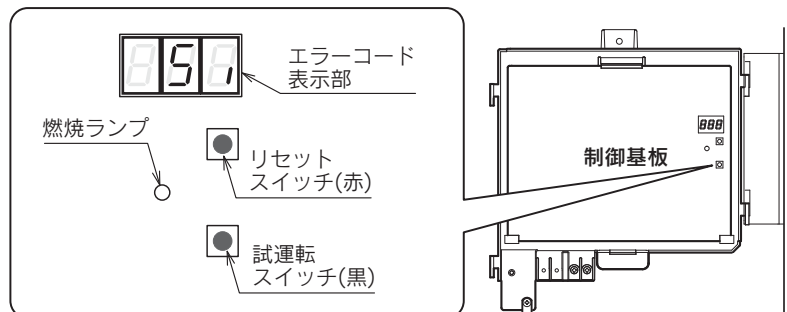

図2
5. 制御基板上の試運転スイッチ(黒)を押します。(図2) エラーコード表示部に「5」表示が点滅します。E-CON接続のみのときは、室内機や浴室換気暖房乾燥機の運転スイッチを「入」にしてください。